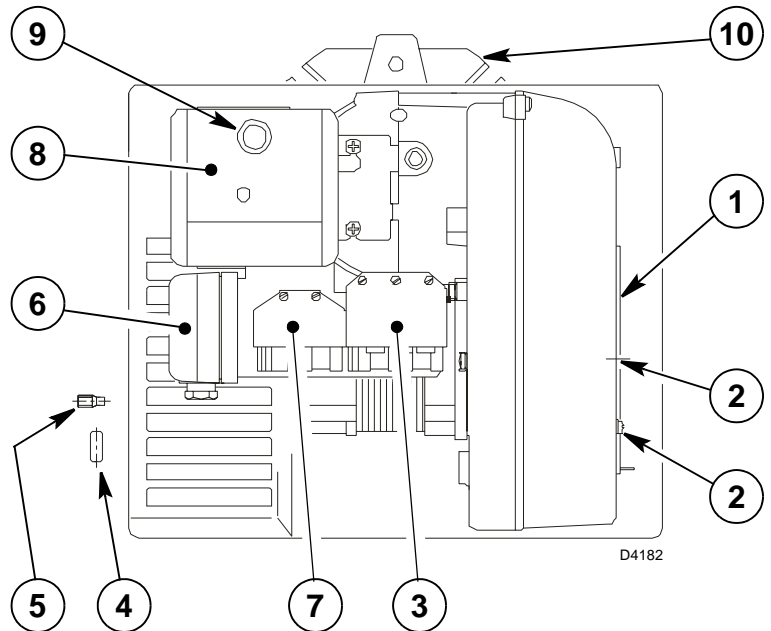

Fig. 1
- El anillo pasacable (4) Fig. 1 y el tornillo para la fijación del envoltorio (5) entregados de serie, se instalan en la misma parte que la rampa de gas.